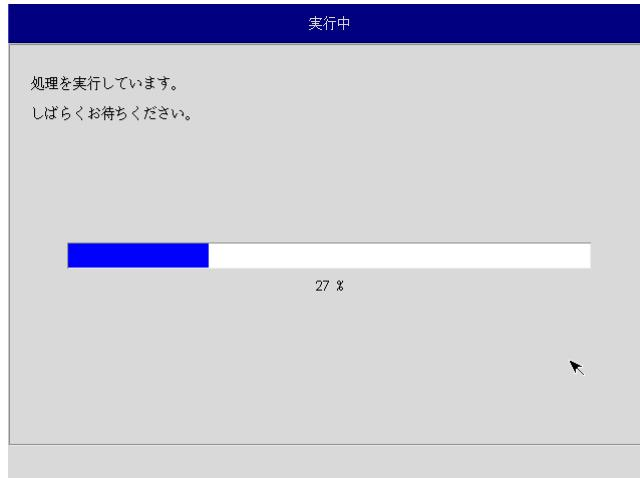

図5-3-6 実行中画面
- ⑨ 実行中画面（図5-3-6）が表示され、処理が開始されます。実行中はリカバリUSB、バックアップUSBを外さないでください。また、電源を落とさないようにしてください。